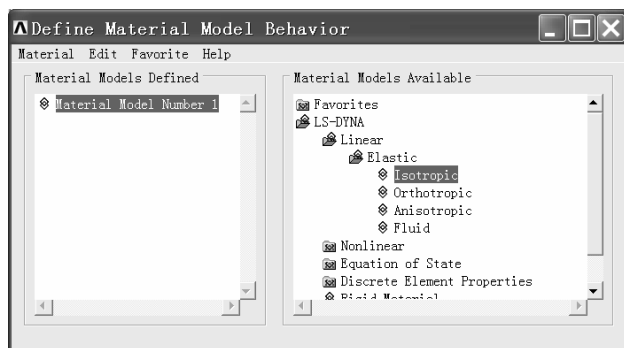
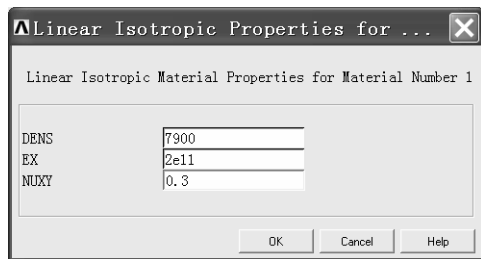

图 3-36 “Define Material Model Behavior”窗口
图 3-37 “Linear Isotropic Properties for ...”窗口
(7) 在另一种形式的“Real Constant Set Number 1, ...”窗口中“NIP”后的方框中输入“2”，在“T1”后的方框中输入“0.01”（即板厚）。再单击“OK”按钮返回到“Real Constants”窗口。单击“Real Constants”窗口中的“Close”按钮。
(8) 依次选择 Main Menu>Preprocessor>Material Props>Material Models, 弹出“Define Material Model Behavior”窗口（见图 3-36）。单击窗口右边方框中的“LS-DYNA”→“Linear”→“Elastic”→“Isotropic”，弹出“Linear Isotropic Properties for...”窗口（见图 3-37）。